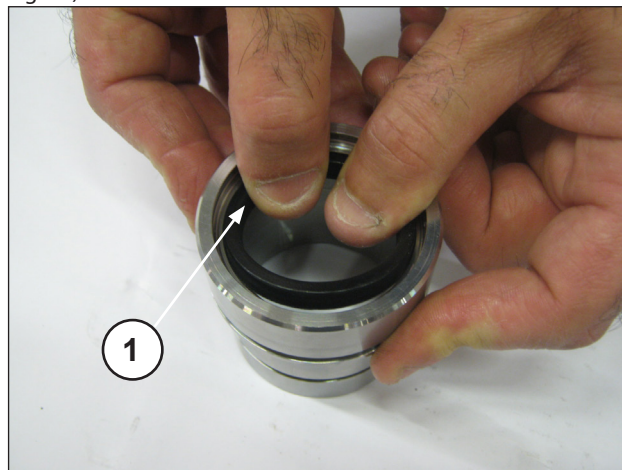
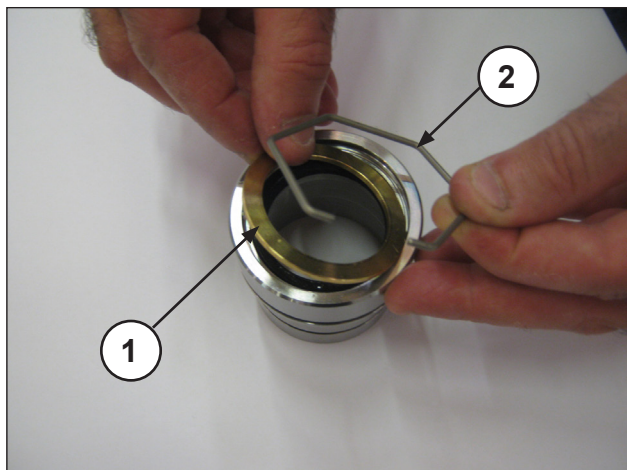
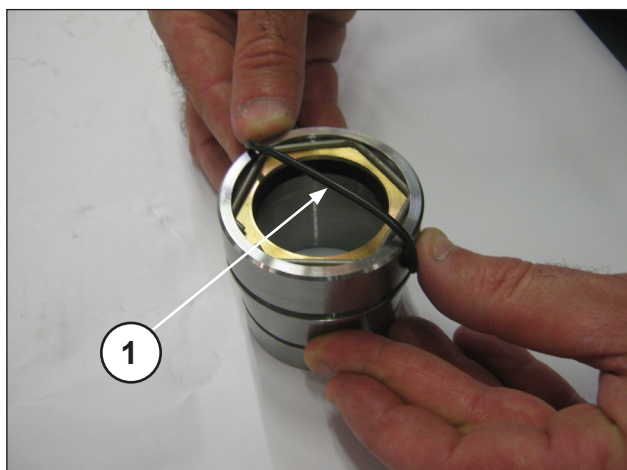

Fig. 29
Fig. 30
Fig. 31
Placer la garniture mécanique d'étanchéité dans le support des segments (rep. ①, Fig. 29) en prenant garde au sens de montage de la lèvre d'étanchéité qui doit être orientée vers l'avant (vers la culasse). Placer ensuite le joint d'étanchéité, le circlip d'arrêt (rep. ①②, Fig. 30) et le joint torique (rep. ①, Fig. 31).